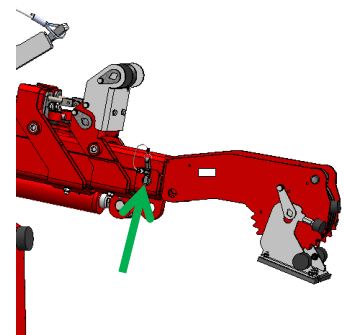

Abbildung 36
- Befestigen Sie sie mit Hilfe des Sicherungsbolzens am Ausleger. Sichern Sie den Bolzen (siehe *Abbildung 36*).